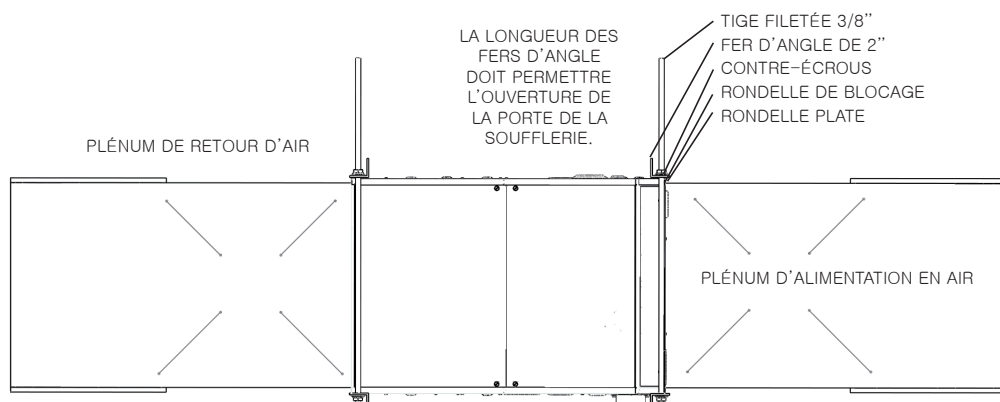

Figure 3. Méthode suggérée de suspendre la fournaise horizontale
- Lorsqu'installée horizontalement, la fournaise peut être supportée par le bas ou suspendue. (Figure 3)
Maintenez les dégagements aux matériaux combustibles selon les indications de la Tableau B. Pour suspendre la fournaise, vous pouvez fabriquer un cadre sur place, en utilisant des cornières et de la tige filetée. Fixez la fournaise à l'aide d'un fer d'angle à fente d'au moins 2" (51 mm) ou l'équivalent, comme montré à la Figure 3. La fournaise doit être supportée de façon à éviter que le caisson se torde ou s'affaisse. Les supports doivent être disposés de façon à ce qu'ils n'empêchent pas l'accès aux compartiments du brûleur et de la soufflerie.